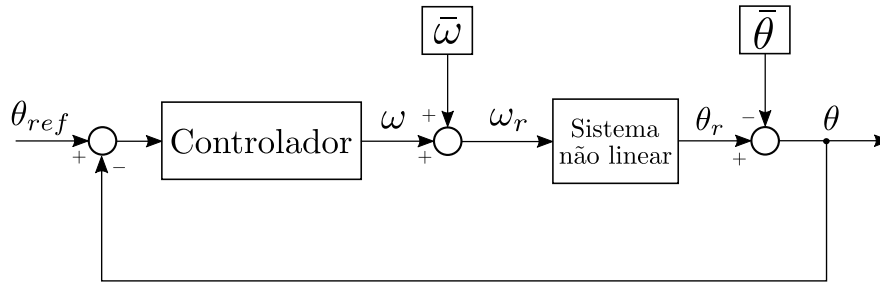

Figura 2: Estrutura de controle em MF. Deve-se projetar o controlador de modo que $\theta \rightarrow \theta_{ref}$.
O objetivo do trabalho é projetar um sistema de controle em malha fechada conforme ilustrado na Figura 2.
1. Linearizar o modelo matemático da planta dado por (3) de acordo com o ângulo de equilíbrio $\bar{\theta}$ fornecido ao grupo. Nesse processo também será calculado $\bar{\omega}$
4. Montar uma simulação a partir do modelo matemático não linear (3) e do diagrama da Figura 2. Isso pode ser realizado utilizando digrama de blocos ou os códigos em Python das simulações das aulas práticas